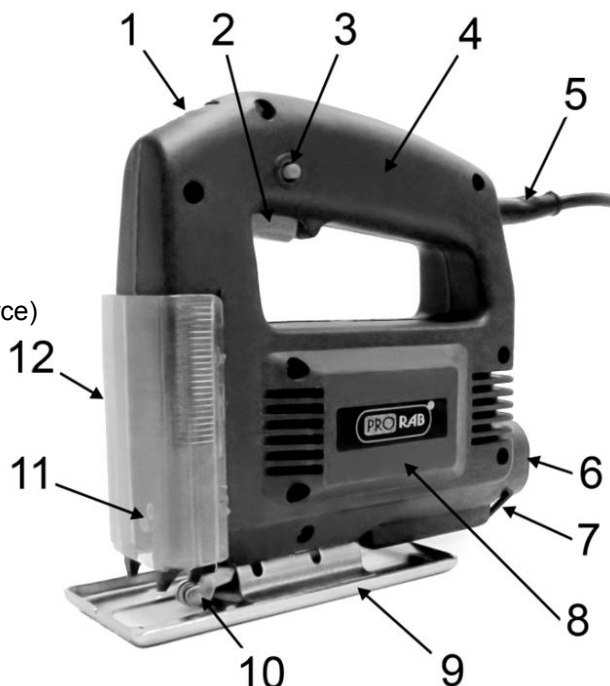
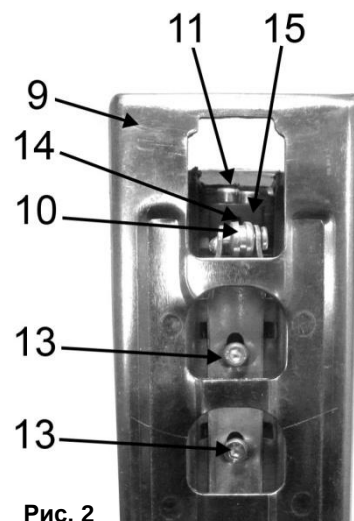

Рис. 1
Рис. 2
- Поднимите защитный экран лобзика (12)(См. Рис.1) вверх, для доступа к фиксатору пильного полотна.
- Ослабьте винты (11)(См. Рис. 1; 2) крепления пилкодержателя (15)(См. Рис.2), используя поставляемый в комплекте ключ-шестигранник (7)(См. Рис.1).
- Вставьте хвостовик пильного полотна в посадочное место (14)(См. Рис.2) до упора.
- Пильное полотно при установке также войдет в специальный паз на направляющем ролике (10)(См. Рис.1;2).
- Для включения** лобзика нажмите пусковую клавишу (2)(См. Рис.1).
- Для выполнения продолжительных операций, при полностью нажатой пусковой клавише (2)(См. Рис.1) нажмите кнопку фиксации (3). После этого можно отпустить пусковую клавишу – лобзик будет работать в постоянном режиме.
- Регулятор управления скоростью хода (1)(См. Рис.1) применяется, чтобы установить требуемую скорость движения пильного полотна.
- Ослабьте винты фиксатора опорной подошвы (13)(См. Рис.2), используя ключ-шестигранник.